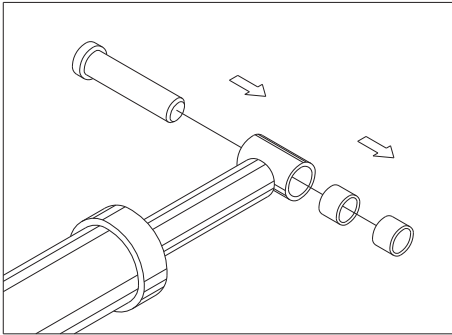

Fig. 35
- com um pino extrator, extraia as duas buchas para o mesmo lado (Fig. 35);